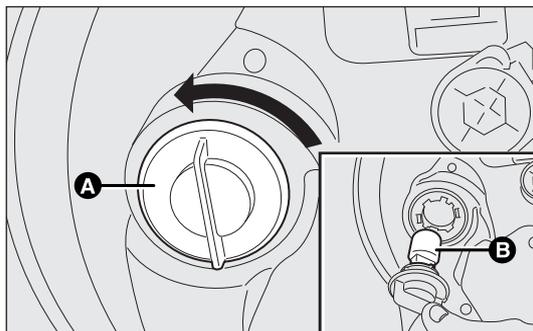

fig. 167
- tourner dans le sens contraire des aiguilles d'une montre la douille A-fig. 167 et l'extraire ;